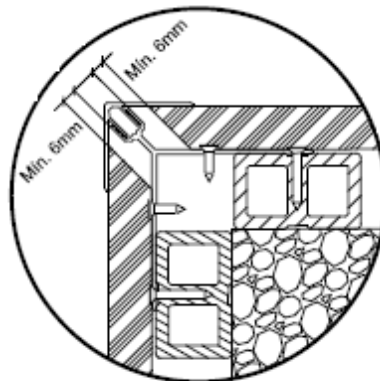

Figura 5- Fijación del canto
- Para el canto se recomienda un corte en inglete de la tabla SAGIWALL según lo ejemplificado en la Figura 5., para poder considerar los 6mm desde el encaje del canto a la punta de la tabla.